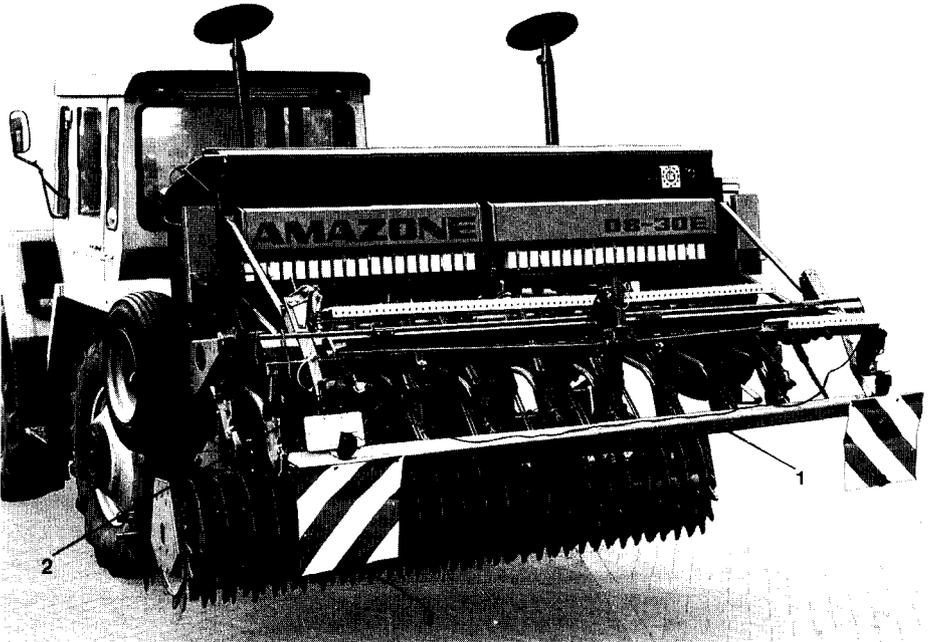

Fig. 42
- Die nach hinten ragenden Zinken des Exaktstriegels müssen mit der Verkehrssicherungsleiste (Fig. 42/1) abgedeckt werden (Sonderzubehör-Bestell-Nr. 32920). An dieser Verkehrssicherungsleiste befinden sich ebenfalls Leuchenträger zum Aufstecken der Beleuchtung (Fig. 42/2) und tiefliegende Rückstrahler (Fig. 42/3), die vom Boden nicht mehr als 900 mm Abstand haben dürfen.
- Der Abstand von Rückleuchtenoberkante (Fig. 42/2) zur Fahrbahn darf dann 1550 mm nicht übersteigen. Der Abstand muß auch eingehalten werden, wenn die Sämaschine in Kombination mit einem AMAZONE-System „Huckepack“ (Fig. 42) eingesetzt wird.